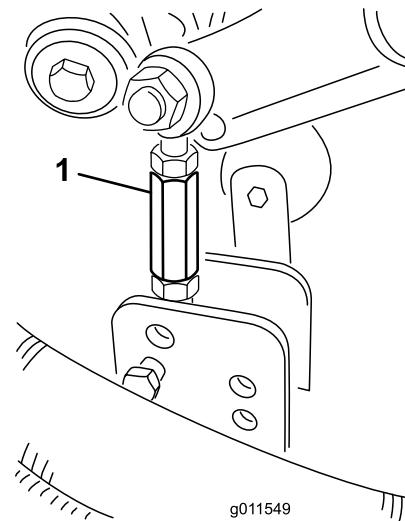
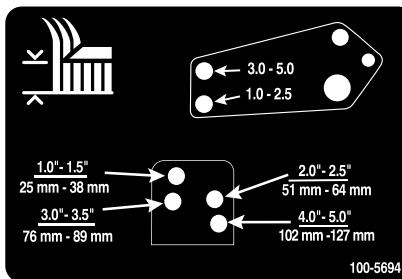

Bild 26
Bild 27
8. Entfernen Sie die Splinte und Lastösenbolzen, mit denen die Stoßdämpferverbindungen an den Mähwerkbügeln befestigt sind (Bild 26). Flüchten Sie die Stoßdämpferverbindungslocher mit den ausgewählten Löchern im Schnitthöheneinstellbügel am Mähwerkrahmen ab (Bild 27), stecken die Lastösenbolzen ein und bringen die Splinte an.